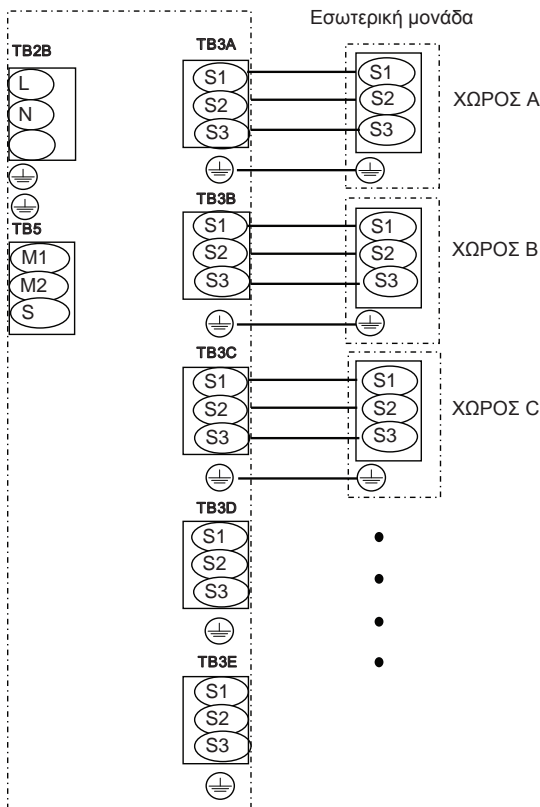

Fig. 8-9
8.2. Διαδικασία εξωτερικής καλωδίωσης (Fig. 8-8, Fig 8-9)